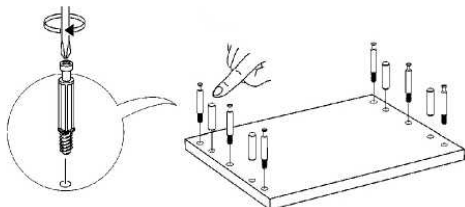

Рис. 3 - Установка шкантов и штоков эксцентриков
1.2 В отверстия $\varnothing 5$ мм пластей деталей закрутите штоки эксцентриков (Рис.3).